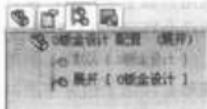

图 8-54 钣金平板型式的配置
- (1) 在配置管理器中生成并命名一个新的零件配置。
- (2) 在特征管理器设计树中，修改零件的配置。鼠标右键单击平板型式特征，然后在快捷菜单中选择“解除压缩”命令。如果平板型式特征不存在，则在特征管理器设计树中选择模型中最后一个加工折弯特征及在它之后的所有特征，然后单击“编辑”→“压缩”命令，以压缩所有所选特征，生成如图 8-54 所示的钣金配置。